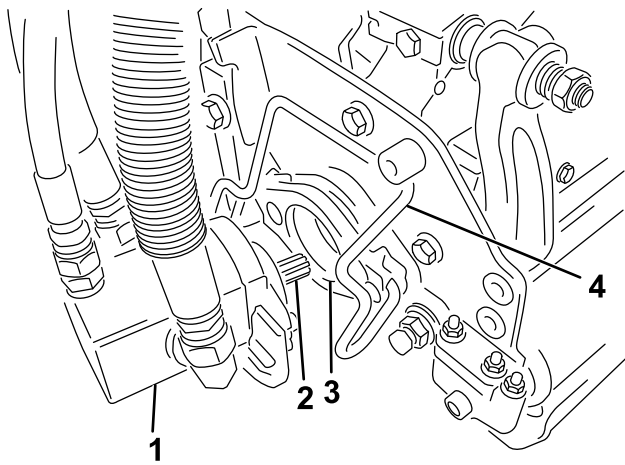

図 34
5. カッティングユニット用モータのスプライン・シャフトにきれいなグリスを塗りつける (図 34)。
6. モータを、カッティングユニットの左側 (運転席から見て) に取り付け、カッティングユニットについているモータ固定バーを、モータの上から被せるようにセットし、モータの左右から「カチッ」というロック音が聞こえるまで押し下げる (図 34)。